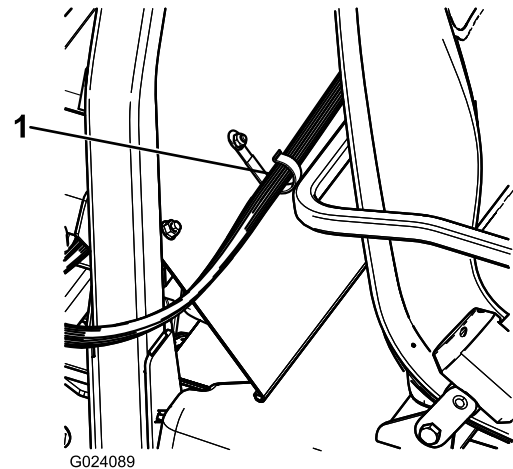

Рисунок 22
2. Установите J-образный зажим позади сиденья пассажира (Рисунок 22) при помощи болта (¼ x ½ дюйма) и фланцевой гайки (¼ дюйма).
3. Прикрепите жгут проводов управляющей консоли к консоли и крышке конструкции защиты при опрокидывании (ROPS) при помощи J-образных зажимов (Рисунок 22).